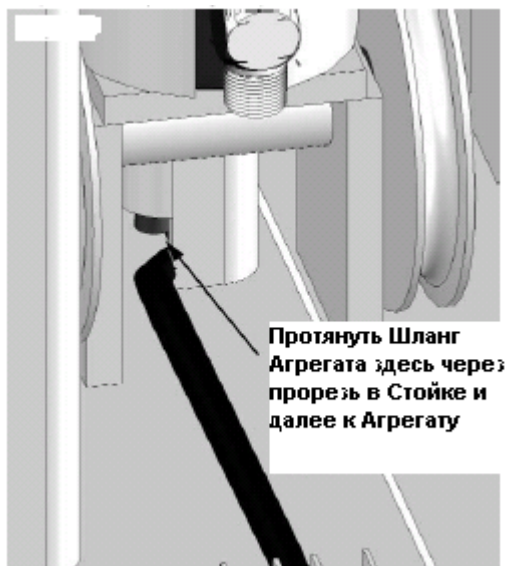

Рис. 10.1
2. Второй конец Шланга Агрегата протянуть **ОБЯЗАТЕЛЬНО** через вырез в Стойке №1 (стойка с агрегатом) под цилиндром (см. Рис. 10.1) (В противном случае, шланг будет поврежден подъемной кареткой) и далее к закрепленному на ней Агрегату.